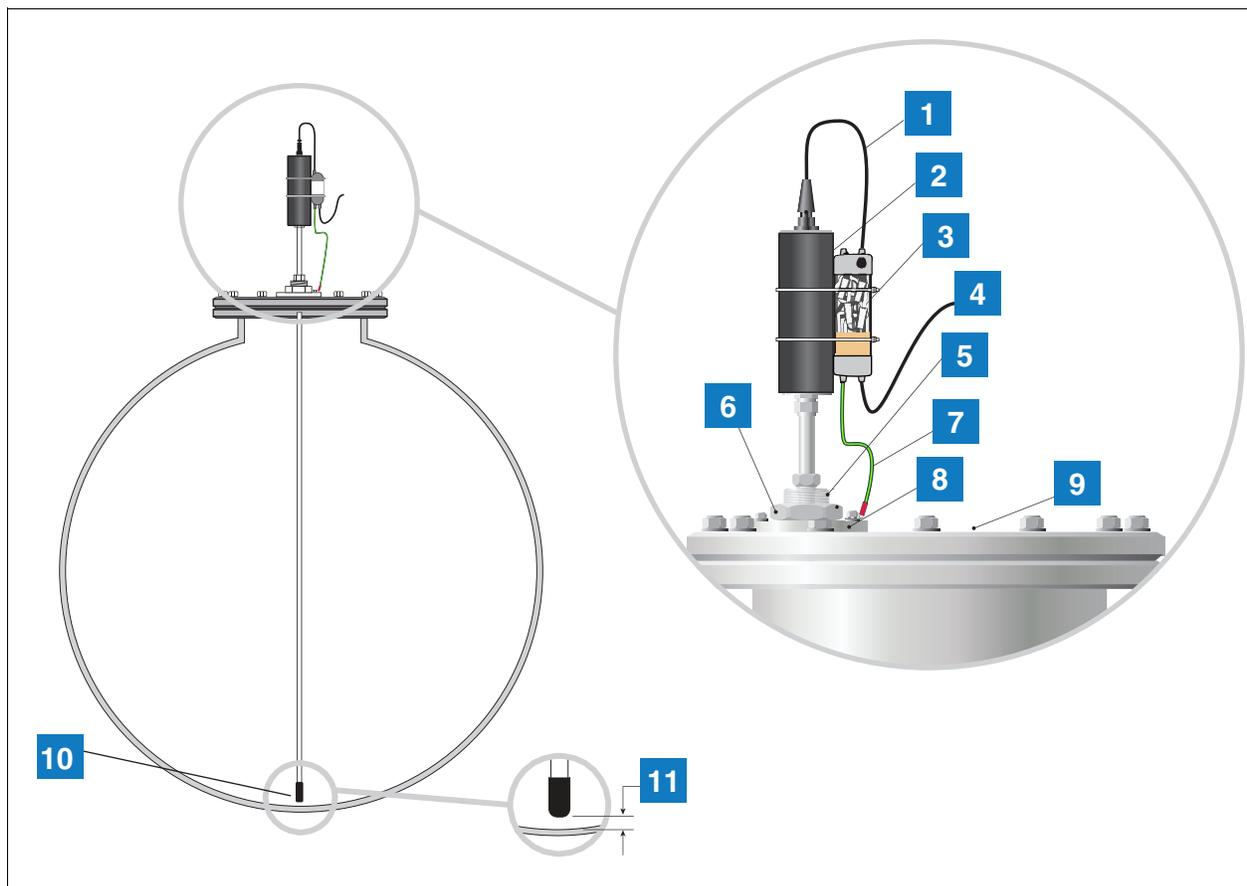

Figura 7. Installazione sonda Mag in Zona 1 con connessione al processo (premistoppa)
Determinate installazioni possono richiedere una disposizione di montaggio della sonda modificata, costituita da una connessione al processo (premistoppa) montata direttamente sul coperchio della cisterna, come mostrato nella Figura 7. Deve essere fornita una filettatura dedicata o una flangia idonea, con filettatura G2 poll. 11 filetti per pollici secondo DIN 2999 (BS2779). Prima di installare o riparare la sonda magnetostriativa, rimuovere la corrente c.a. sull'ingresso della console TLS e verificare che la console sia spenta. Durante la riparazione, scollegare il cavo della sonda e rimuovere la sonda dalla cisterna.
1. Fare riferimento alla Figura 7 per identificare l'hardware necessario per completare questa installazione.
7. Collegare il cavo principale della sonda al cablaggio presso il cliente utilizzando una scatola di giunzione a prova di agenti atmosferici oppure un dispositivo opzionale di protezione da sovratensioni (P/N 848100-002) come mostrato in Figura 7.
LEGENDA DELLE CASELLE NUMERATE DELLA Figura 7